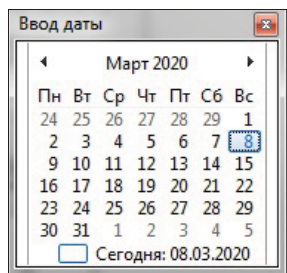

Рис. 14.15. Диалоговое окно Ввод даты
- ◆ в поле **Дата** введите дату с клавиатуры, а лучше щелкните дважды в ячейке до появления диалогового окна **Ввод даты** (рис. 14.15). Опять щелкните дважды по нужной дате, и она будет вставлена в ячейку;